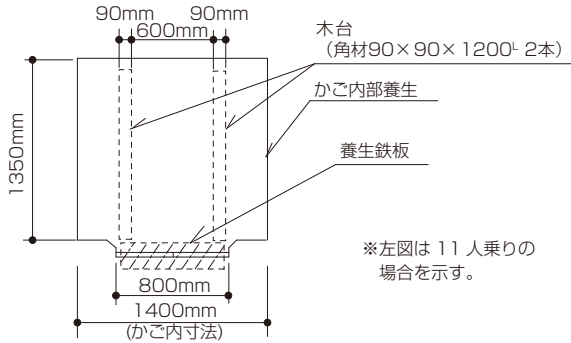

図1
(2) エレベーターの準備
- ・ハンドリフトにて搬入を行う場合には、図 1 のように木台をかご内に設置します。